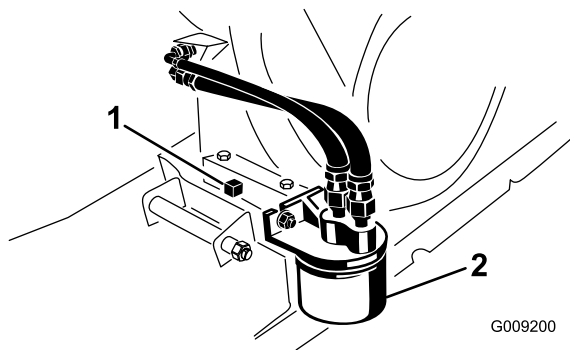

Figura 29
5. Retire o tampão de escoamento (Figura 29) e deixe o óleo escorrer para um recipiente adequado. Quando o óleo parar, volte a montar o tampão de escoamento.
2. Retire o filtro de óleo existente (Figura 29).